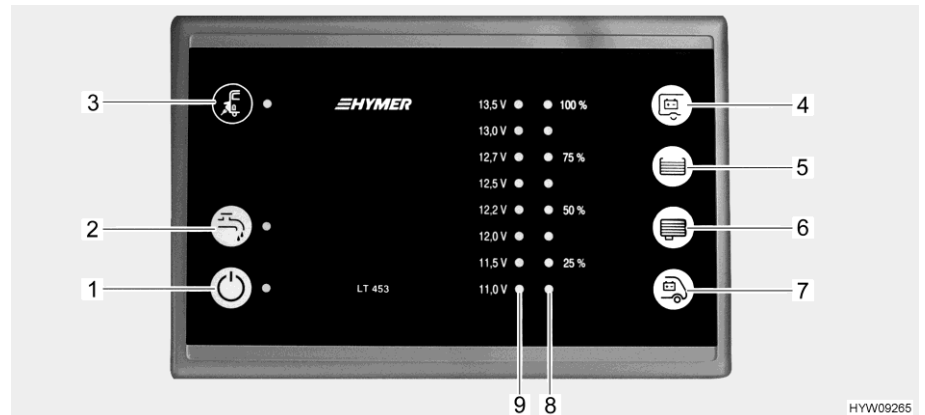

Bild 75 Panel (LT 453)
Die gelbe LED beim Symbol Netzanschluss  (Bild 75,3) leuchtet, wenn das Fahrzeug an eine externe Netzversorgung angeschlossen ist. Die LED leuchtet dann auch bei ausgeschaltetem Panel.
Der 12-V-Hauptschalter (Bild 75,1) schaltet das Panel und die 12-V-Versorgung des Wohnraums ein und aus.
*Einschalten:* ■ Schalter "⏻" (Bild 75,1) drücken: Die 12-V-Versorgung des Wohnraums ist eingeschaltet. Die LED leuchtet grün.
*Ausschalten:* ■ Schalter "⏻" (Bild 75,1) erneut drücken: Die 12-V-Versorgung des Wohnraums ist ausgeschaltet. Die LED erlischt.
Der Schalter Wasserpumpe (Bild 75,2) schaltet die Stromversorgung der Wasserpumpe ein und aus.
- Schalter Wasserpumpe "☰" (Bild 75,2) drücken: Die Stromversorgung der Wasserpumpe ist eingeschaltet. Die LED leuchtet gelb. Die Wasserpumpe wird beim Öffnen eines Wasserhahns aktiviert.
- Schalter Wasserpumpe "☰" (Bild 75,2) erneut drücken: Die Stromversorgung der Wasserpumpe ist ausgeschaltet. Die LED erlischt.
Die LED-Skala (Bild 75,9) zeigt die Batteriespannung der Starterbatterie oder der Wohnraumbatterie wie folgt an:
- Taste "☰" (Bild 75,4) drücken: Die Batteriespannung der Wohnraumbatterie wird angezeigt.
- Taste "☰" (Bild 75,7) drücken: Die Batteriespannung der Starterbatterie wird angezeigt.
Die LED-Skala (Bild 75,8) zeigt den Füllstand des Frischwassertanks oder des Abwassertanks an.
- Taste "☰" (Bild 75,5) drücken: Der Füllstand des Frischwassertanks wird durch leuchtende LEDs angezeigt.
- Taste "☷" (Bild 75,6) drücken: Der Füllstand des Abwassertanks wird durch leuchtende LEDs angezeigt.